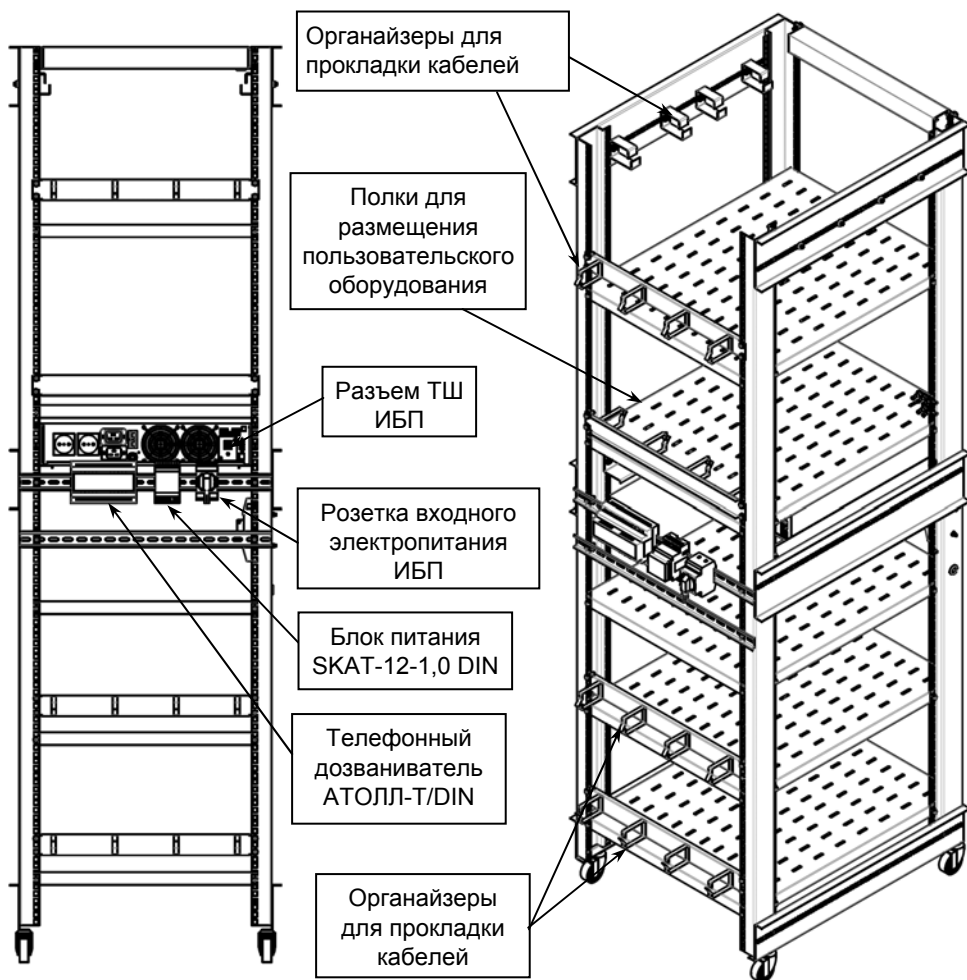

Рисунок 2 — общий вид изделия сзади, без оболочки, с установленным ИБП
- убедиться в том, что кабель ТШ отсоединен от разъема ТШ ИБП (см. рисунок 2);